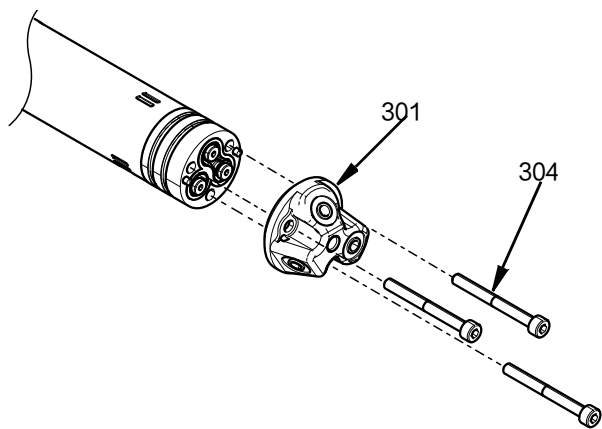

FIG. 30
10. 使用螺栓固定在中部机身上的 M4 螺栓 (304) 将喷头 (301) 连接到转换接头。用 29.2 英寸-磅 (3.3 牛·米) 的扭力拧紧。参见FIG. 30。